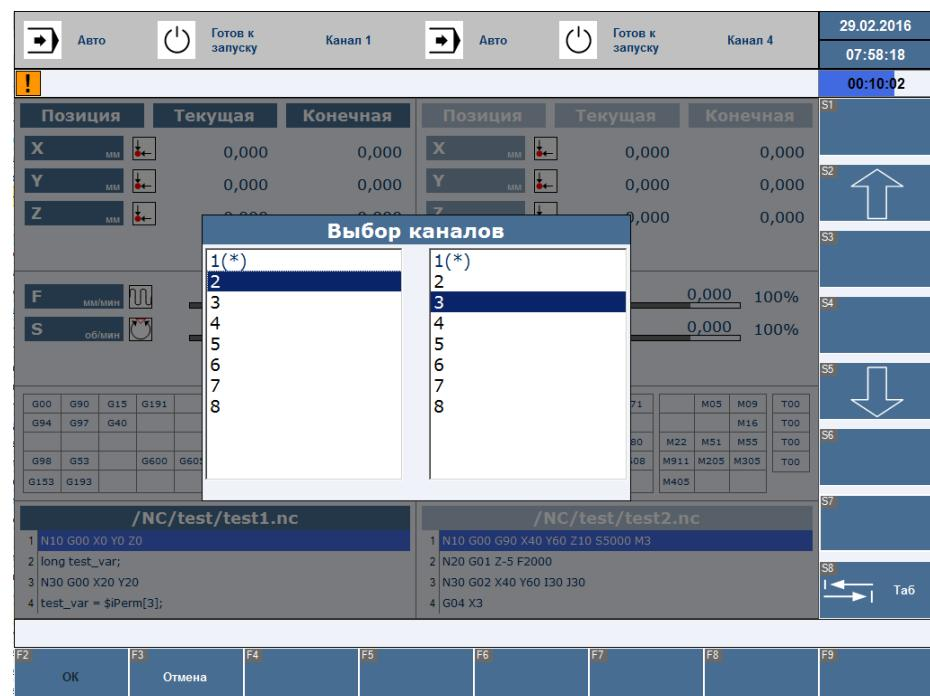

Рисунок 31 – Выбор каналов для отображения
- S7 – выбор каналов для отображения. Вызывает диалог выбора каналов для отображения в левой и правой части экрана соответственно (Рисунок 31). Активный канал обозначается в диалоге символом (*).
Для навигации в диалоге (Рисунок 31) используются клавиши промышленной клавиатуры либо S-клавиши: